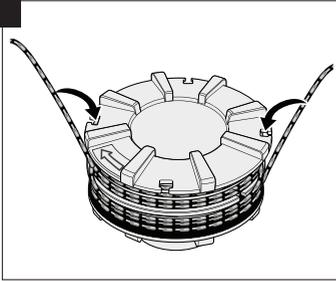

Fig. 15
- Introduzir os terminais dos fios através das duas ranhuras de retenção opostas, exercendo pressão, (Fig. 15).